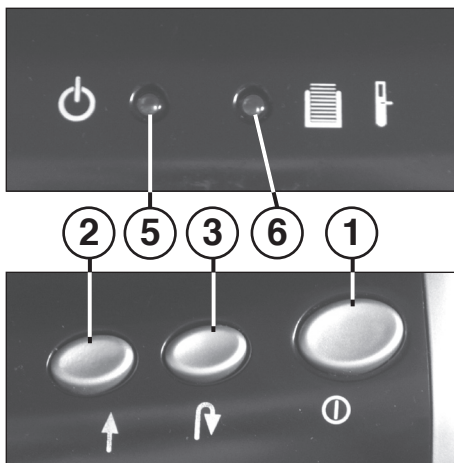

Fig. 1
- 1 = Tryckknapp „Driftklar“ (Fig. 1)**
- 2 = Framåtknapp (Fig. 1)**
- 3 = Bakåtknapp (Fig. 1)**
- 5 = Kontrollampa „Driftklar“ (Fig. 1)**
- 6 = Kontrollampa (röd / gul) (Fig. 1)**
Slå på strömmen med tryckknappen (1) (Fig. 1). Kontrollampen (5) (Fig. 1) tänds.
När uppsamlingskärlet för papper är fullt stängs maskinen av. En signalton hörs. Kontrollampen (6) (Fig. 1) tänds (röd).
- Drag ut uppsamlingskärlet (9) tillsammans med uppsamlings-skålen (10) ur apparatusets undre del.
- Signaltonen tystnar. Kontrollampen (6) (Fig. 1) slocknar.
Kom ihåg att koppla ifrån apparaten för natten. (Tryck på tryckknappen (1) (Fig. 1)).
Om motorn överbelastas stängs den av. Kontrollampen (6) (Fig. 1) tänds (gul). Koppla från maskinen med tryckknappen (1) (Fig. 1).